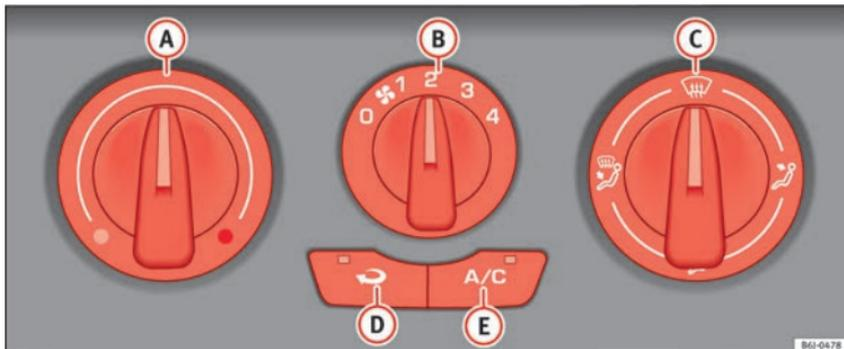

Fig. 129 Sul cruscotto: i comandi dell'aria condizionata.
- Disattivare l'impianto di raffreddamento con il tasto » **fig. 129** **A/C** (si spegne la spia del tasto).
Quando è attiva, la funzione di ricircolo » **fig. 129**  (si accende la spia del tasto) impedisce la penetrazione di cattivi odori o aria inquinata all'interno dell'abitacolo. Questa funzione è particolarmente utile nelle gallerie e quando si è fermi in coda.